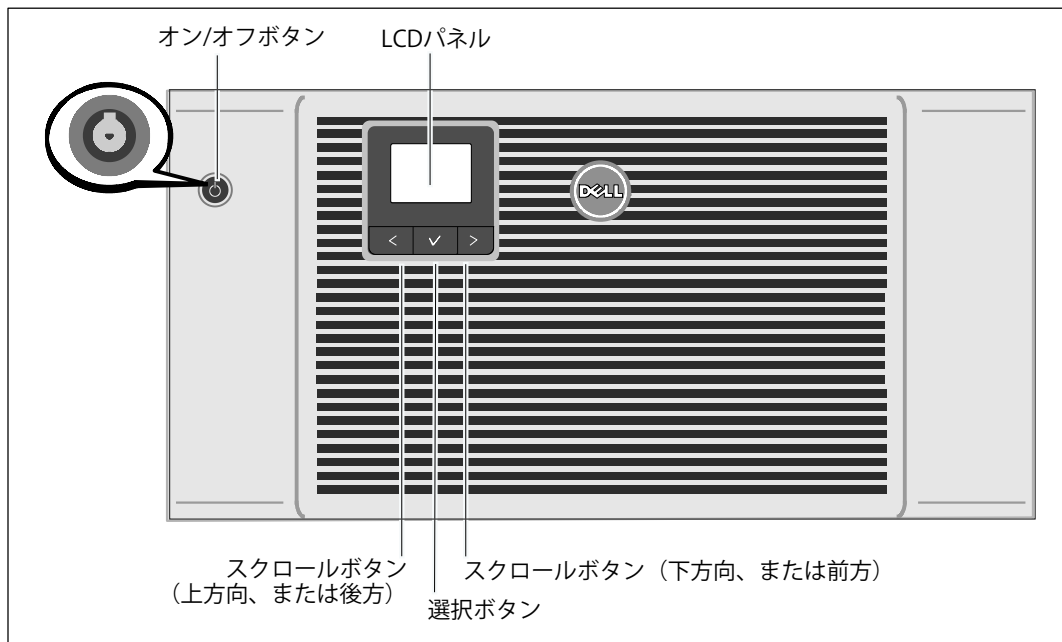

図 23. UPSの起動方法
- 5 UPSの前方パネルにあるオン/オフ  (図 23を参照)。